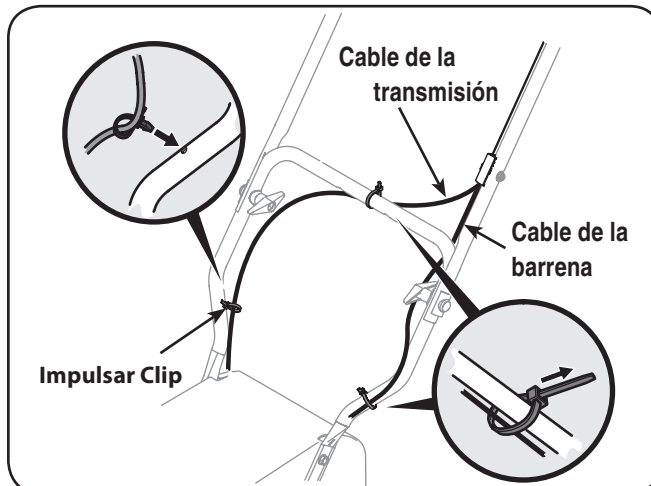

Figura 3-3
7. Dos cables de sujeción se han utilizado para atar sin apretar los cables de control de la manija inferior. Un clip de presión también se incluye en el cable de la unidad inferior. Posición de las ataduras de cables ahora, como en la figura. 3-3, y apriete para fijar los cables a la manija inferior. Recorte el exceso de material de las ataduras de cables. Instale el clip de presión en el orificio en el mango como el indicado en el recuadro a la izquierda en la Figura 3-3.